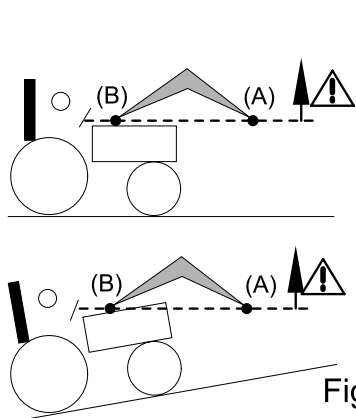

Fig. 2
- Podczas podnoszenia i przemieszczania się zachować ostrożności i nie tracić z oczu ładunku od momentu, gdy punkt przechyłu narzędzia (A) znajdzie się poniżej linii punktu przechyłu ładowacza (B) [patrz rys. 2]. Jeśli zajdzie potrzeba, poprawić pozycję narzędzia w taki sposób, by ładunek nie był nigdy skierowany ku kierowcy [patrz rys. 3].
! **NIEBEZPIECZEŃSTWO:** Jeśli ładunek nie jest prawidłowo zabezpieczony, operatorowi grozi upadek ładunku, gdy punkt obrotu narzędzia (A) przekroczy poziom punktu obrotu ładowacza (B) [patrz rys. 2].
! **NIEBEZPIECZEŃSTWO:** Zabrania się nabierania ładowni, gdy punkt obrotu narzędzia (A) przekracza poziom punktu obrotu ładowacza (B) [patrz rys. 2].